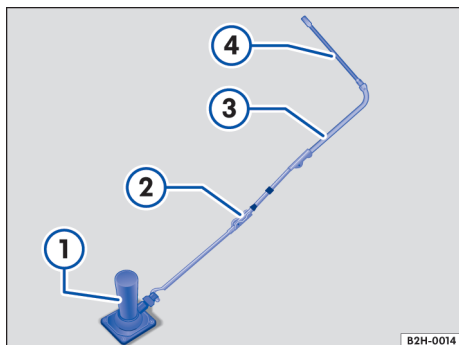

Fig. 198 Macaco com extensor.
- Rebater a alavanca de extensão → Fig. 198 ② das ferramentas de bordo, desdobrando-a.
- Enganchar a alavanca de extensão no macaco ①.
- Colocar a chave de caixa ③ sobre a alavanca de extensão.
- Colocar a chave de roda ④ sobre a chave de caixa.